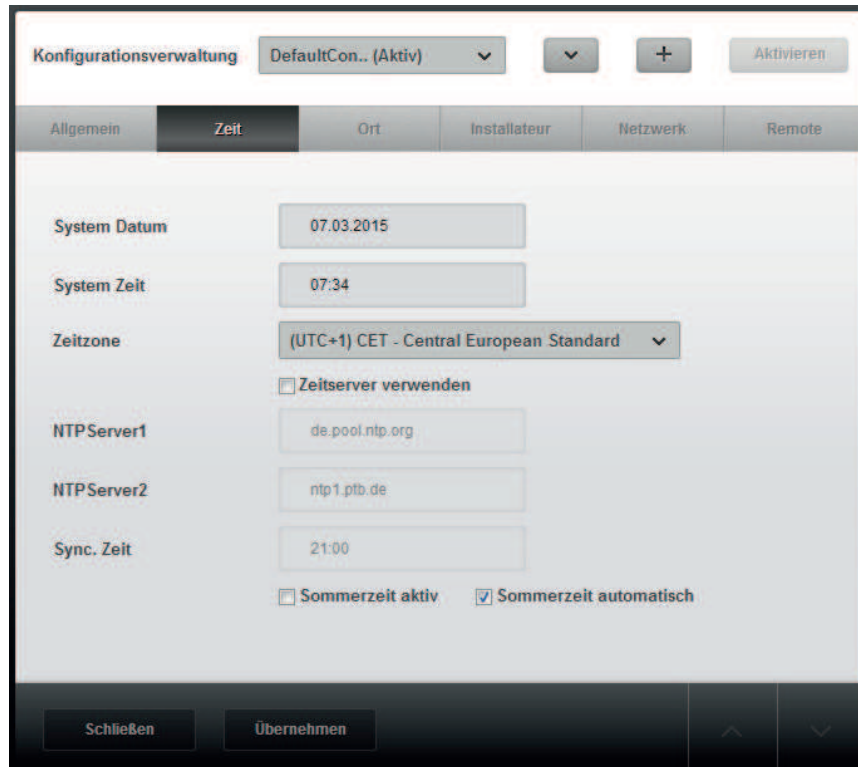

Bild 20: Konfigurationsverwaltung – Zeit
- Datum und Uhrzeit in die oberen Textfelder eingeben (Bild 20).